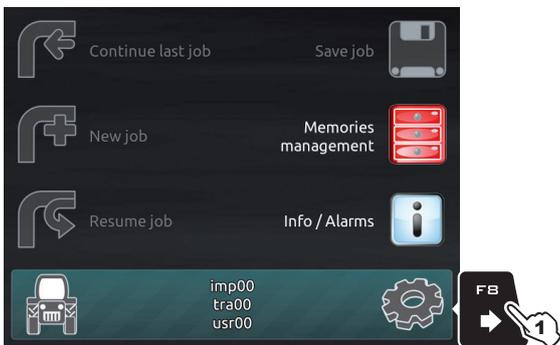
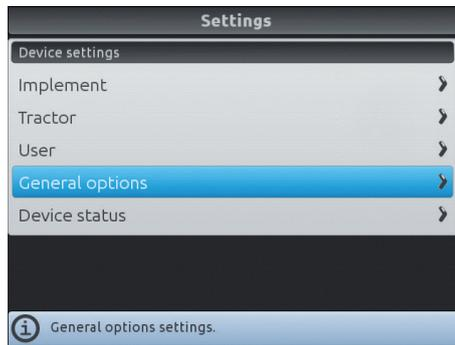

Рис. 33
Рис. 34
- Находясь на странице «Home», (Рис. 33) нажмите на **FB**, чтобы войти в меню **Settings** (Рис. 34).